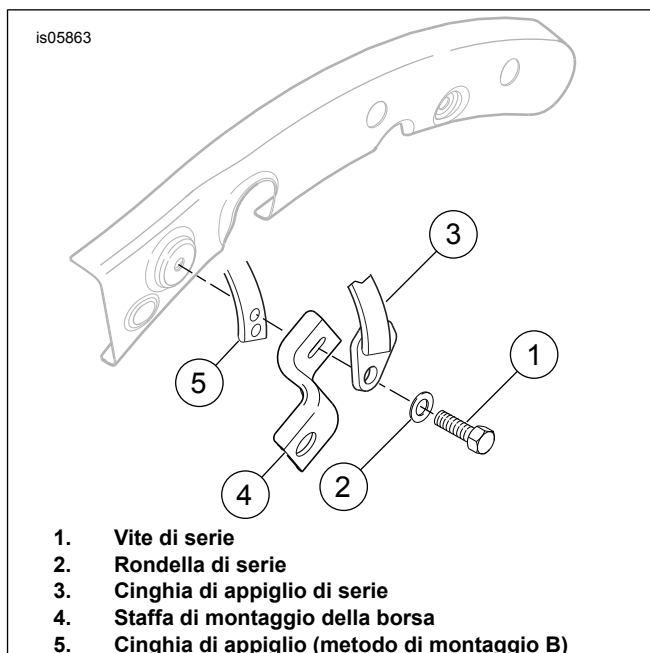
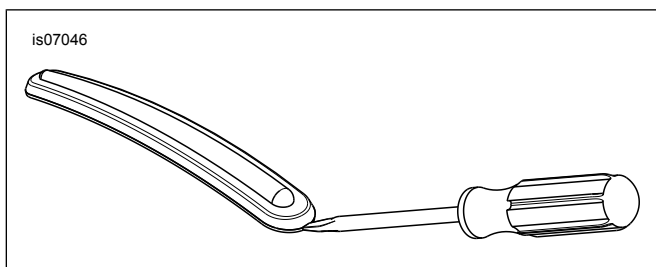

Figura 4. Modelli 2013 e precedenti: Rimuovere la cinghia di appiglio e installare il kit 53051-09
Figura 5. Rimuovere la striscia di finitura del parafango
2. Vedere la figura 4. Rimuovere la vite laterale sinistra (1) e la rondella (2) per rimuovere la staffa (4) e la cinghia di aggancio passeggero (3).
3. Rimuovere la vite con la rondella di sicurezza (D) dalla parte posteriore della sede attualmente installata.
4. **Tutti i kit tranne 53051-09:** Rimuovere due dadi flangiati (E) dai prigionieri (F) vicino alla parte anteriore del parafrangente posteriore.
- b. Vedere la figura 5. Inserire la punta del cacciavite tra la cornice cromata e la striscia di finitura di gomma.
4. Vedere la figura 4. Installare la cinghia di sostegno (5) dietro la staffa di montaggio della borsa (4).